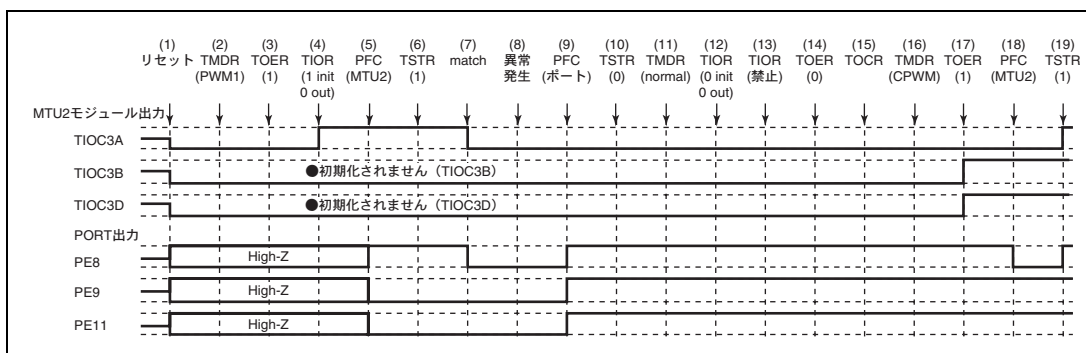

図 11.147 PWM モード 1 で異常が発生し、相補 PWM モードで復帰する場合
PWM モード 1 で異常が発生し、再設定後相補 PWM モードで再スタートする場合の説明図を図 11.147 に示します。
(1) ~ (14) は図 11.147 と共通です。
(15) TOCR でリセット同期 PWM の出力レベルと周期出力の許可禁止を選択してください。
(16) リセット同期 PWM を設定します。
(17) TOER でチャンネル 3、4 の出力を許可してください。
(18) PFC で MTU2 出力としてください。
(19) TSTR で再スタートします。